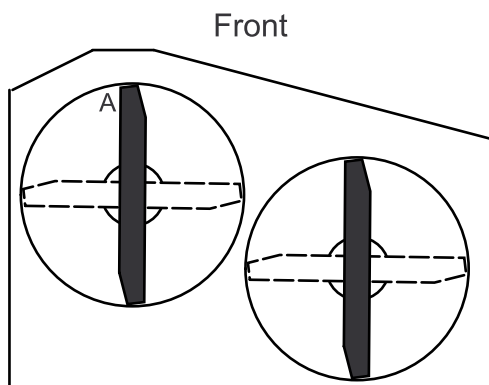

Bild 61
- Stellen Sie die Messer in Längsrichtung, während die Maschine auf einer ebenen Oberfläche steht. Messen Sie an Stelle **A** von einer ebenen Fläche bis zur Schnittkante der Messerspitzen (Bild 61).